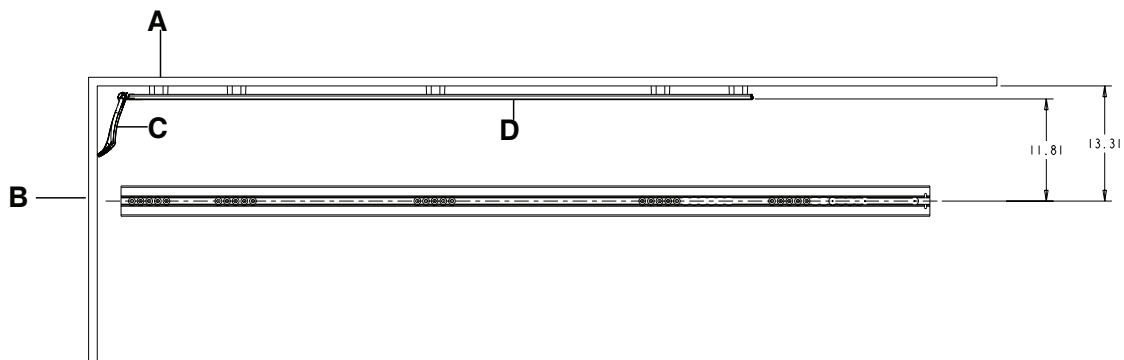
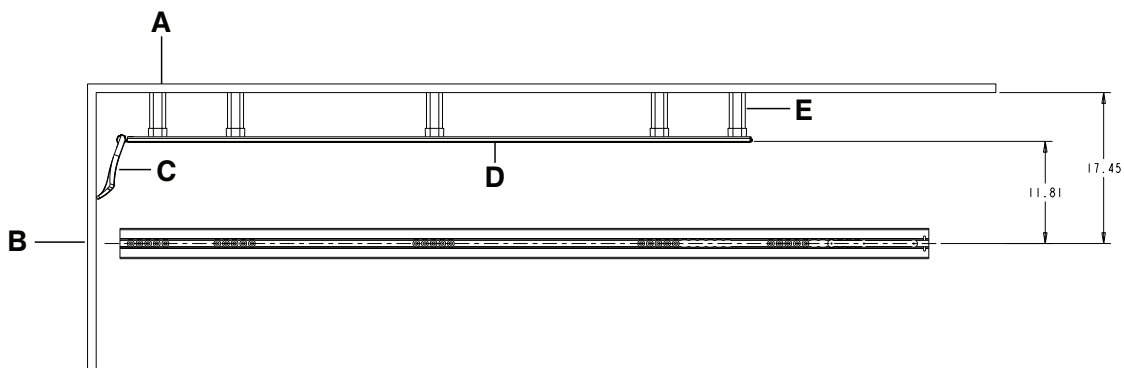

図1 - スペースを使用しないホイールガイドの取り付け
図 2 – スペースを使用したホイールガイドの取り付け
1. 巻き尺を使用して、フロアプレートの中心線から、車両の患者コンパートメントの運転手側の壁面 (キャビネット) までの距離を測定します (図1または図2)。
12. 7/16インチソケットと3/8インチ駆動ラチェット、7/16インチコンビネーションレンチを使用してネジ (ステップ11で選択) を取り付け、ホイールガイドレールを、必要な場合はスペーサー (6390-001-173) (D) を通してホイールガイドサポートに固定してから、車両の患者コンパートメントの壁面に固定します。図 1または図 2を参照。
13. T25 Torxドライバーを使用して2本のナベ小ネジ (0023-296-000) (B) を取り付け、ホイールガイドキャップ (6390-001-178) (H) をホイールガイドレールの頭側端部に固定します。
14. ホイールガイドレールバンパー (6390-001-175) (F) を、車両の患者コンパートメントの足側端部から頭側端部に、ホイールガイドレールの上でスライドさせます。
15. 5/32インチ六角レンチを使用して、2本の平頭ネジ (0001-195-000) (A) を、ホイールガイドアセンブリ (6390-001-017) (C) の蝶番とホイールガイドレールを通して、ホイールガイドナット (6390-001-191) (J) に取り付けます。
16. 2つのトップロックナット (0016-060-000) (M) と4つのホイールカバー (6390-001-206) (L) を、ホイールガイドアセンブリと使用するコットの患者右側に取り付けます。コットのホイールカバーの取り付け (ページ3) を参照してください。